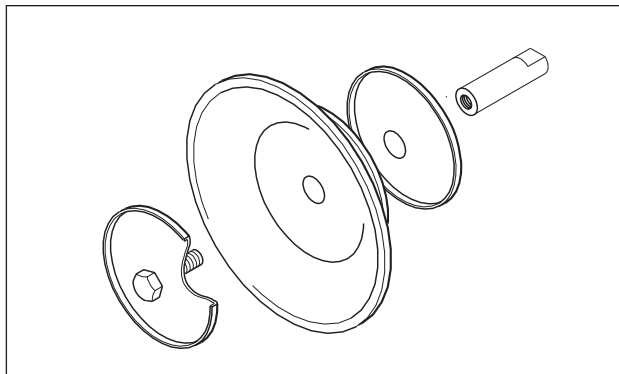

Abb. 13: Montage Membranen mit Innen- und Außenteller
- Pumpen DL 40, 50 und 80 mit PTFE-Membranen haben dickere innere Membranteller zur Verringerung und Verlagerung des Hubes. Bei nachträglicher Umrüstung auf PTFE-Membranen müssen die entsprechenden Teller verwendet werden (Abb.13).